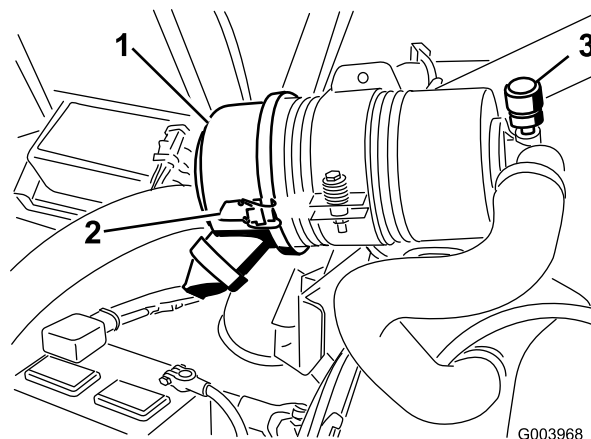

Figura 49
Faça a manutenção ao filtro de ar apenas quando o indicador de manutenção (Figura 49) o exigir. Mudar o filtro de ar antes de ser necessário apenas aumenta a possibilidade de entrar sujeira no motor quando se retira o filtro.
1. Liberte os trincos que fixam a cobertura do filtro de ar ao respectivo corpo (Figura 49).